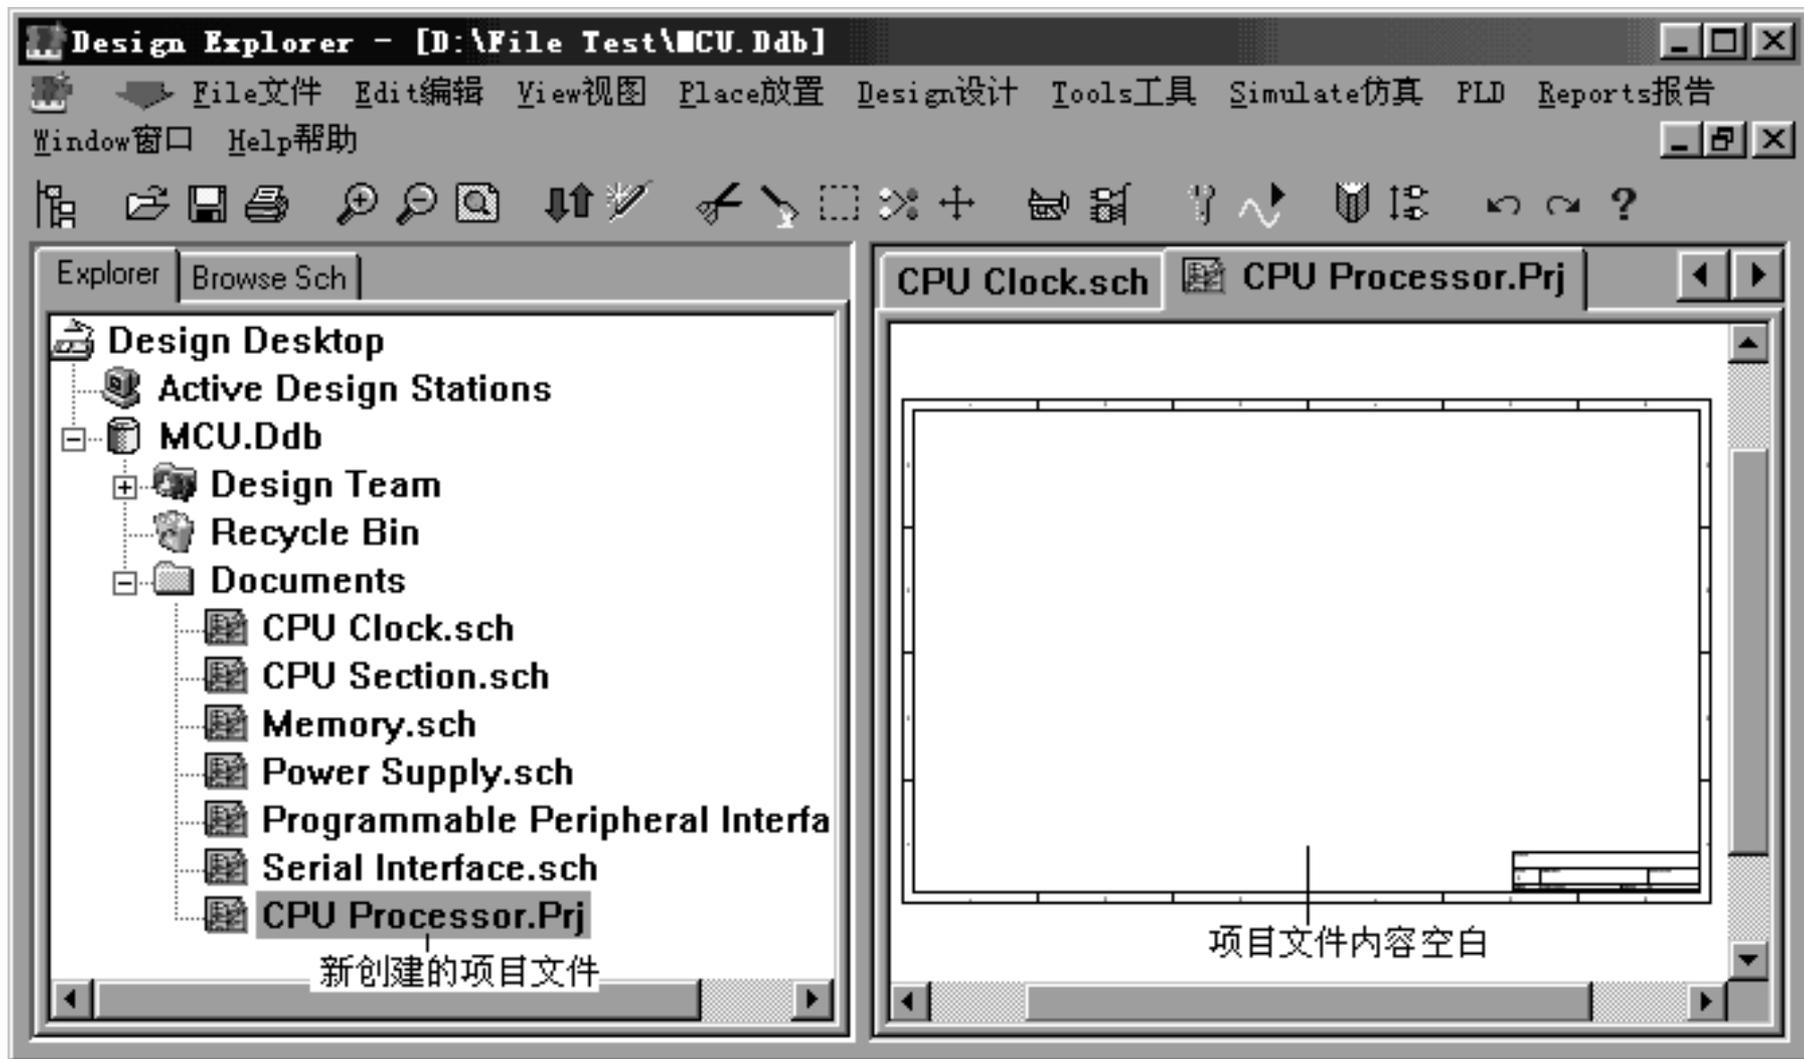

图3-17 创建的项目文件（空白）
(2) 执行“File”菜单下的“New...”命令，在如图1-6所示的窗口内，选择“Schematic Document”（原理图文档），在同一文件夹内创建一个空白的项目文件（即空白的原理图文件），如图3-17所示。